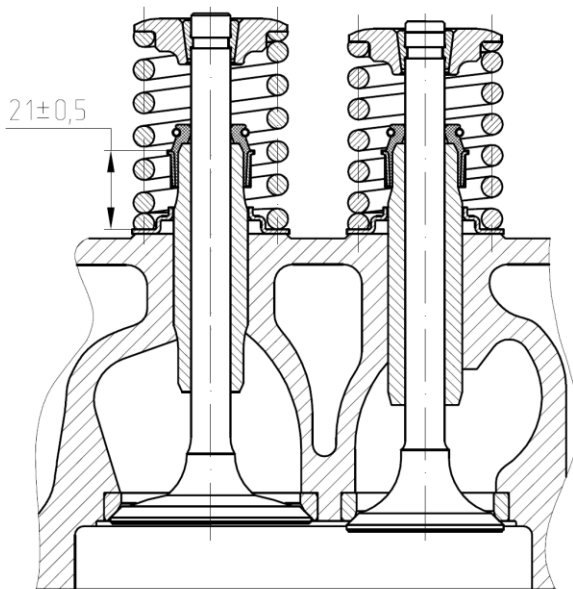

Рис.96
- напрессовать на направляющие втулки клапанов маслоотражательные колпачки, предварительно смазав поверхности направляющих втулок установки маслоотражательных колпачков чистым моторным маслом. Колпачки должны быть напрессованы на направляющие втулки клапанов так, чтобы расстояние между торцевой поверхностью колпачка и опорной поверхностью шайбы под пружину было $21 \pm 0,5$ мм (рис.96);